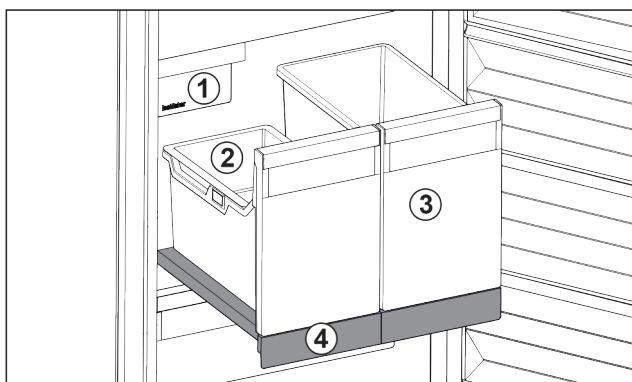

Fig. 17 Vysouvací příhrádka s IceTower
- (1) IceMaker
- (2) Závěsná miska pro kostky ledu
- (3) Nádoba např. pro pizzu, alkoholické nápoje
- (4) Vysouvací příhrádka
Na vysouvací příhrádce jsou dvě vysoké nádoby (IceTower). V nádobě Fig. 17 (2) se shromažďují a skladují kostky ledu z IceMaker. Nádoba Fig. 17 (3) se hodí pro skladování vysokých potravin jako pizzy nebo alkoholické nápoje.